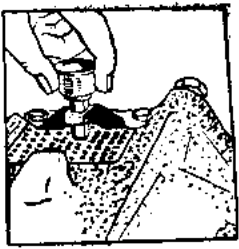

Рис. 24. Смазка сцепления.
10. Подшипник выкачивающей шестерни смазывайте поворотом крышки масленки на 2—3 оборота (рис. 24). По израсходовании запаса смазки в крышке масленки его следует возобновить. При установке нового шланга преваваривайте его.